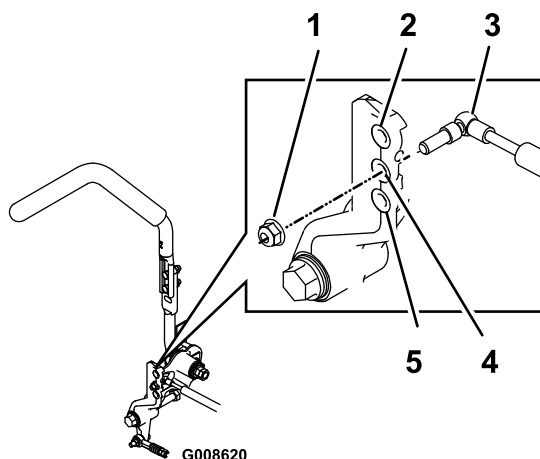

Figura 63
1. Parafuso (4)
3. Retire a porca de bloqueio, mova o parafuso de montagem do amortecedor para a posição pretendida e instale a porca de bloqueio. Consulte Figura 63 para as opções de montagem.